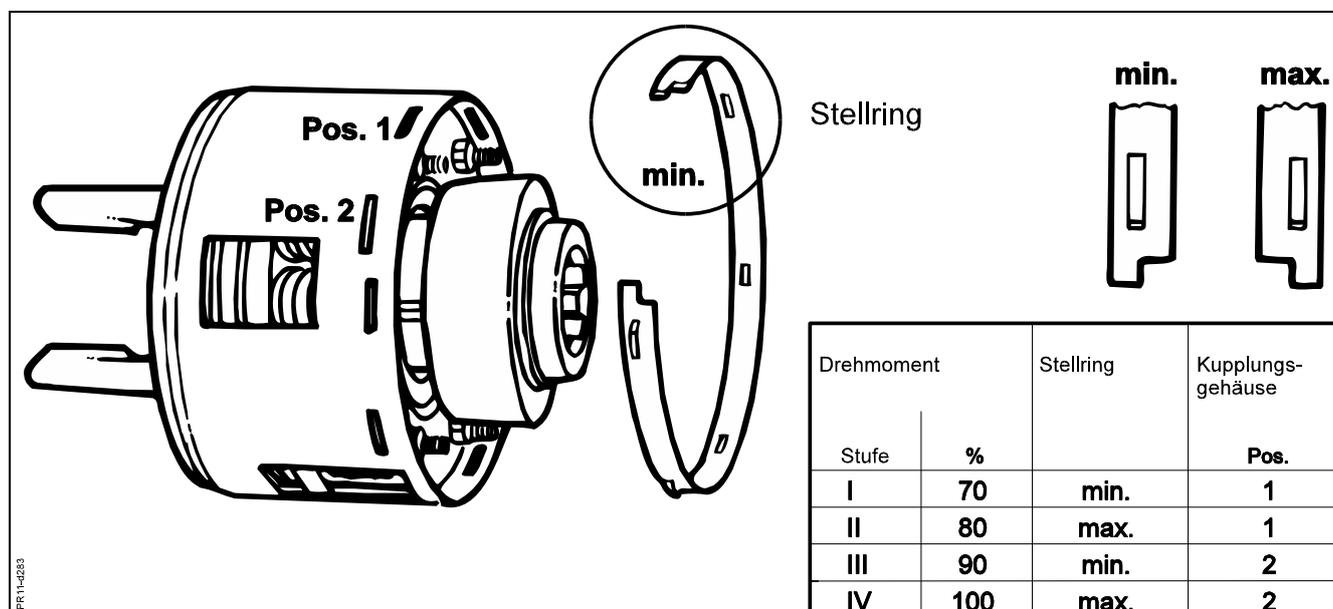

Abb. 5-3
**Abb. 5-3** Das Drehmoment in der Friktionskupplung hat vier verschiedene Momenteinstellungen, die nach Bedarf angepasst werden müssen. Dazu den Einstellring wenden und zwischen 2 verschiedenen Positionen im Kupplungsgehäuse wählen.